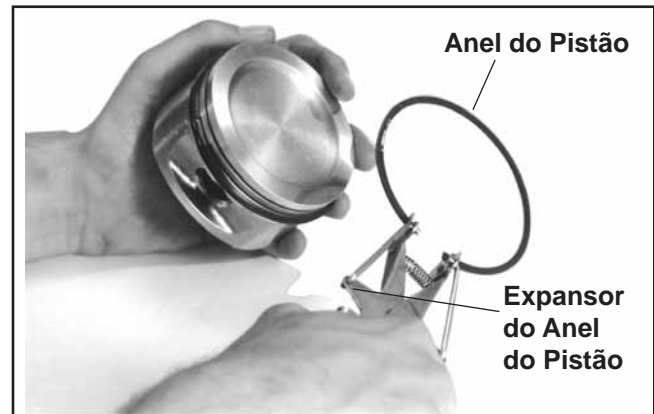

Figura 9-52. Retirar os Anéis do Pistão.
1. Retire os anéis de compressão superior e central utilizando uma ferramenta expansora de anel. Consulte a Figura 9-52.